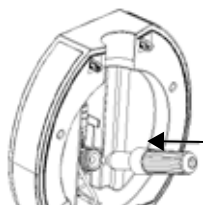

Fig.7
2. Sätt in en ny CO₂-patron (16 gram) (fig.7).